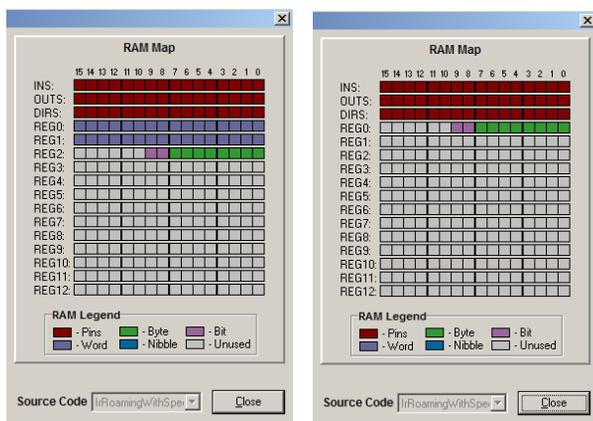

Figura 3-3
- √ Controllate la Mappa della RAM per vedere quanta RAM state usando. La codifica dei colori dovrebbe mostrare che REG 0 e 1 sono variabili per memorizzare word. Dovrebbe anche mostrare che REG 2 ha una variabile byte e due variabili bit, come mostrato sulla sinistra della Figura 3-3.
- √ Riaprite la Mappa della Memoria, e verificate che in **REG 0** siano allocate solamente una variabile byte e due variabili bit, come mostrato sulla destra nella Figura 3-3.